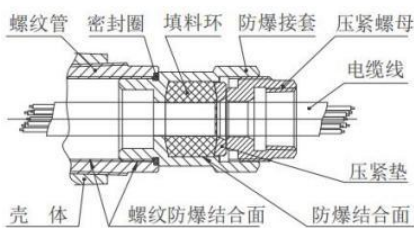

图 3-5 电缆引入装置
a.电缆引入装置符合：GB 3836.1 附录 A 电缆引入装置的附加要求和 GB 3836.2 附录 C 隔爆外壳引入装置的附加要求。详见图 3-5